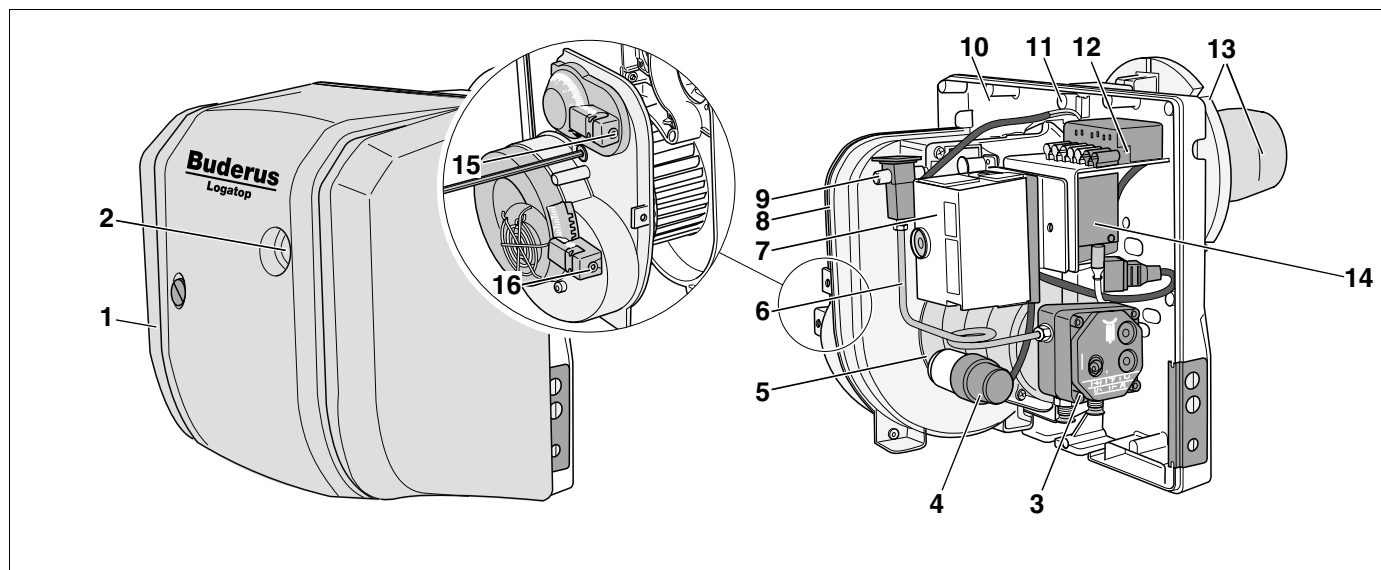

Fig. 1 Queimador Logatop LE-A 1.0 e 2.0 (com ou sem cobertura do queimador)
- Cobertura do queimador (Fig. 1, **Item 1**)
- Botão de rearme e lâmpada indicadora de falhas (Fig. 1, **Item 2**)
- Bomba de gasóleo e válvula magnética (Fig. 1, **Item 3**)
- Condensador do motor (Fig. 1, **Item 4**)
- Motor do queimador (Fig. 1, **Item 5**)
- Tubagem de gasóleo sob pressão (Fig. 1, **Item 6**)
- Dispositivo automático de comando de combustão de gasóleo (Fig. 1, **Item 7**)
- Caixa do ventilador (Fig. 1, **Item 8**)
- Parafuso de ajuste para o disco regulador do ar (Fig. 1, **Item 9**)
- Placa de base (Fig. 1, **Item 10**)
- Parafuso de assistência (Fig. 1, **Item 11**)
- Tomada de ligação (Fig. 1, **Item 12**)
- Flange e tubo do queimador (Fig. 1, **Item 13**)
- Unidade e cabo de ignição (Fig. 1, **Item 14**)
- Parafuso para o ajuste do ar (Fig. 1, **Item 15**)
- Parafuso de ajuste da admissão de ar (Fig. 1, **Item 16**)
O queimador (Fig. 1) já está inicialmente ligado ao regulador através de uma ficha de encaixe (ficha de 7 pólos).